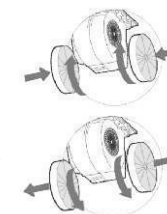

рис. 6
- угольные фильтры устанавливаются на защитные решетки корпуса вентилятора (рис. 6) (для вытяжек с вентиляторами воздухопроизводительностью 400 куб. м/ час, направление установки и съема угольных фильтров, меняется на противоположное);